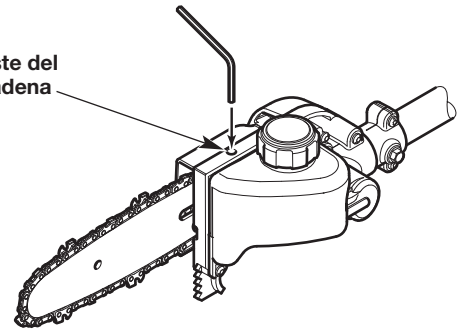

Fig. 20
1. Inserte una llave Allen de 3/32 pulgadas en el tornillo de ajuste de aceite de la cadena (Fig. 20).